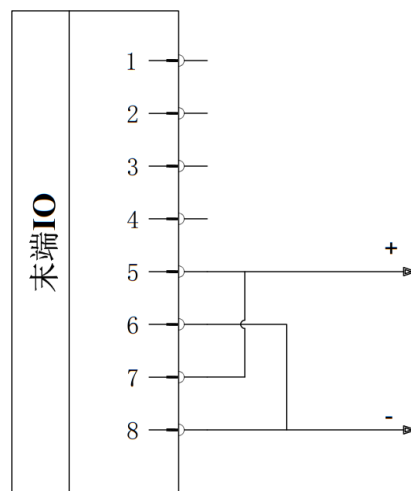

图 2-36: 双针模式 2 接线
- 2) 接线方法：如图 2-36，将电源线（5 灰色）与 TI1/TO1/PWR1 线（7 蓝色）连接，接地线（8 红色）与 TI0/TO0/GND1 线（6 粉红色）连接。